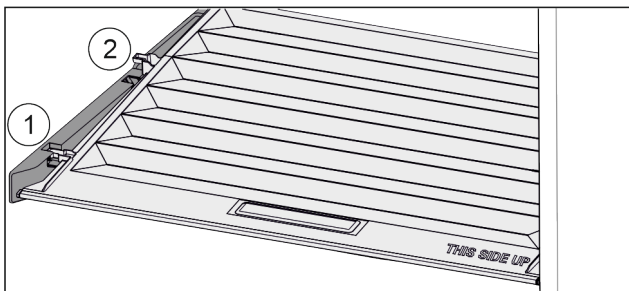

Fig. 97
- ▶ Vedä kantta kiinnikkeissä olevaan aukkoon saakka eteenpäin Fig. 97 (1).
- ▶ Nosta sitä takaosasta ja ota se pois yläkautta Fig. 97 (2).